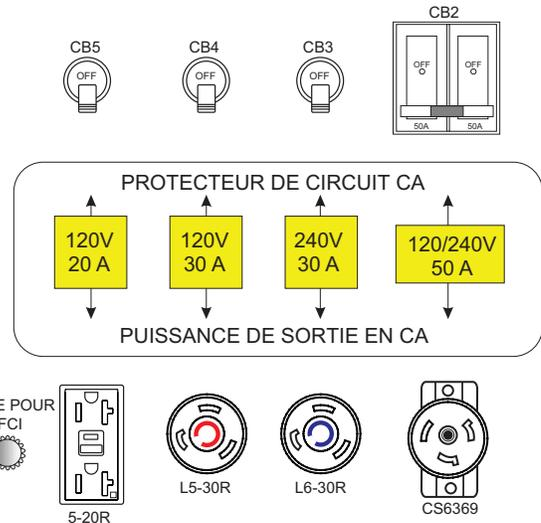

Figure 24. Disjoncteurs auxiliaires
2. En outre, il y a **quatre** disjoncteurs (Figure 24) pour protéger le disjoncteur de fuite à la terre et les prises auxiliaires contre les surcharges. Veillez à mettre **tous** les disjoncteurs en position **D'ARRÊT** avant de démarrer la soudeuse-génératrice.